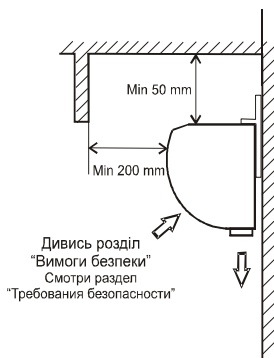

Рисунок 1 Мінімальні відстані до оточуючих поверхонь.
- строго витримуйте (не зменшуйте) вказані мінімальні відстані від корпусу до найближчих оточуючих поверхонь (рисунок 1).
Рекомендації по установці завіси на стіні наведено на рисунок 1 Додатку 1 даного керівництва